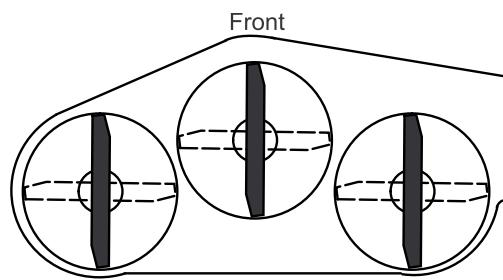
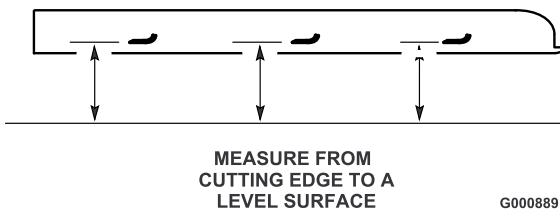

Figure 36
Figure 37
3. Tournez les lames dans le sens longitudinal (Figure 36). Mesurez la distance entre la surface plane et la pointe des lames (Figure 37) et notez cette valeur.